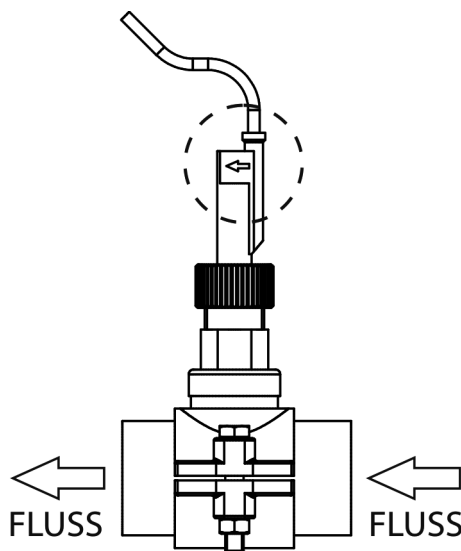

Abb. 11a
3. Auf dem Flussdetektorkopf ist ein Pfeil markiert. Darauf achten, dass der Pfeil parallel zur Rohrachse steht und in Wasserflussrichtung zeigt (Abb. 11a).